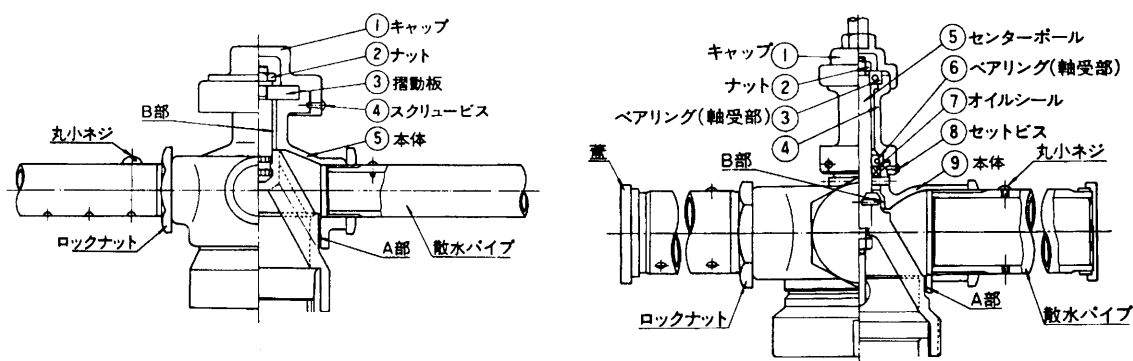

図9-2 スプリンクラーヘッド断面
回転隙間部(図9-2のA部およびB部)に、スケールや藻などの付着があると回転を阻害します。もし散水パイプから普通の状態の水が出ているにもかかわらず回転が、遅くなったり止まったり、またシーズンの初めに前年と同じように水が出ているにもかかわらず、回転しない場合は分解して点検・清掃してください。
- a. 小型樹脂製スプリンクラーヘッドの分解は図9-2左を参照して次のように行ってください。
- i) スクリュービス④を外し、ねじ込みのキャップ①を外してください。
- ii) ナット②を外し、③摺動板と⑤本体を上方に抜き取ってください。
- b. 大型アルミ製スプリンクラーヘッドの分解・組立は図9-2右を参照して、次のように行ってください。
- i) キャップ①を外してください。
- ii) ナット②を外してください。
- iii) 回転部分をそっくり上方に引き抜いてください。ベアリング③を交換してください。
- v) セットビス⑧を外し、本体⑨から④を外し、ベアリング⑥とオイルシール⑦を交換してください。
- vii) センターポール⑤にオイルシールを通すとき、オイルシールのリップを傷つけないように注意してください。